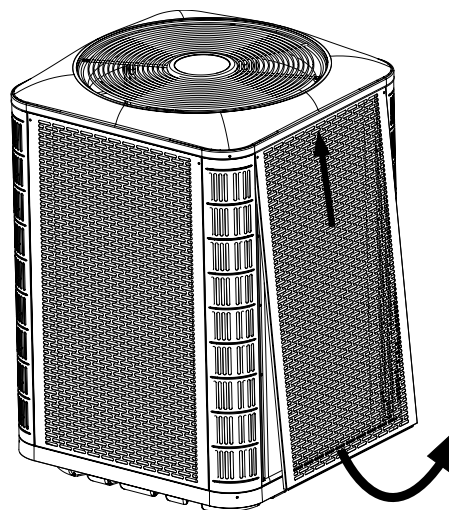
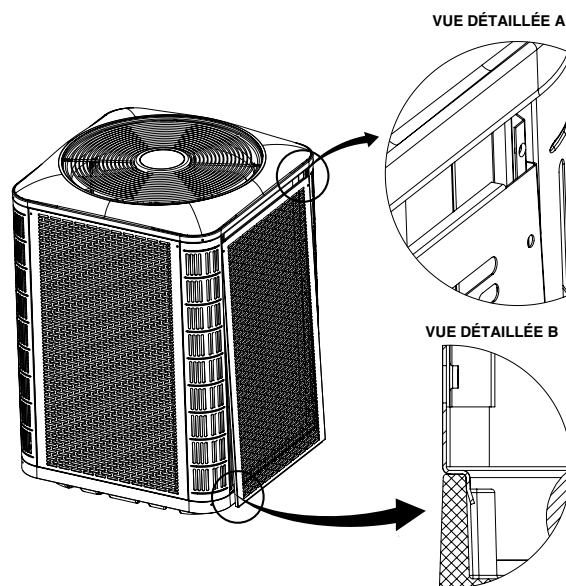

Figure 6. Désassemblage du panneau
Figure 7. Installation du panneau
- Pour accéder aux composants internes de l'appareil, consultez la Figure 6 pour désassembler le panneau et la Figure 7 pour installer le panneau.
2. Glissez le panneau vers le haut et le bac supérieur pour dégager la bride inférieure du bac inférieur. Voyez la Figure 6.
1. Insérez les coins supérieurs des brides latérales du panneau dans les rainures du montant de coin, tel que montré dans la Vue détaillée A à la Figure 7.